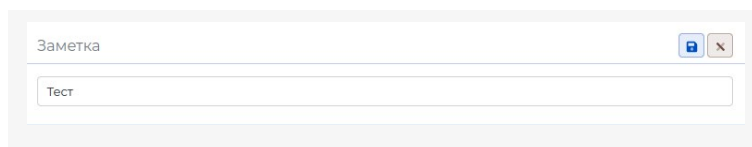

Рисунок 10. Заметка
- При нажатии кнопки появляются (см. рисунок 10):
5. Кнопка для создания/редактирования заметки (см. рисунок 10).